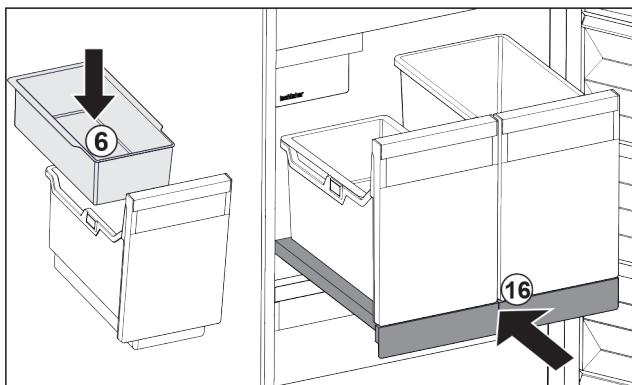

Fig. 106
- ▶ Einhängeschale Fig. 106 (6) für Eiswürfel einsetzen.
- ▶ Auszugsbord mit Behälter (IceTower) einschieben. Fig. 106 (16)